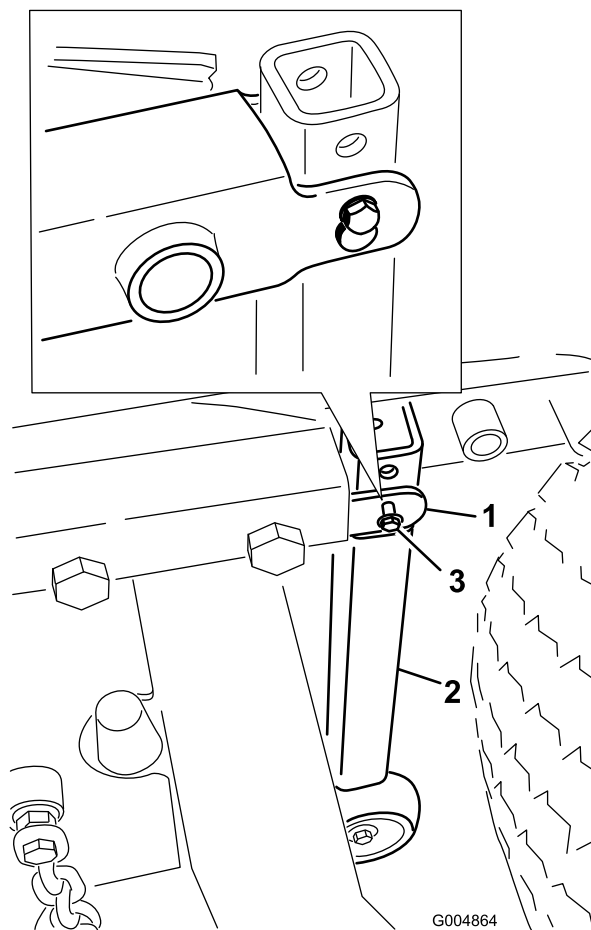
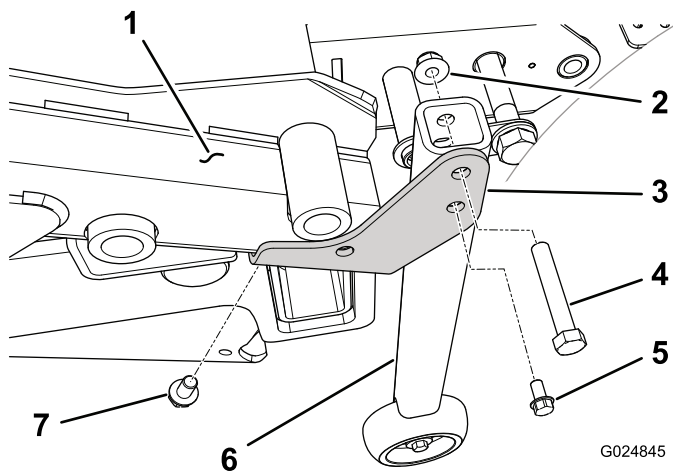

Figure 8
Figure 9
5. Enlevez les fixations qui retiennent les supports de tube vertical à l'arrière du cadre du tablier (Figure 8) ou les supports de conversion (Figure 9). Déposez aussi les supports de conversion du cadre du tablier, le cas échéant.